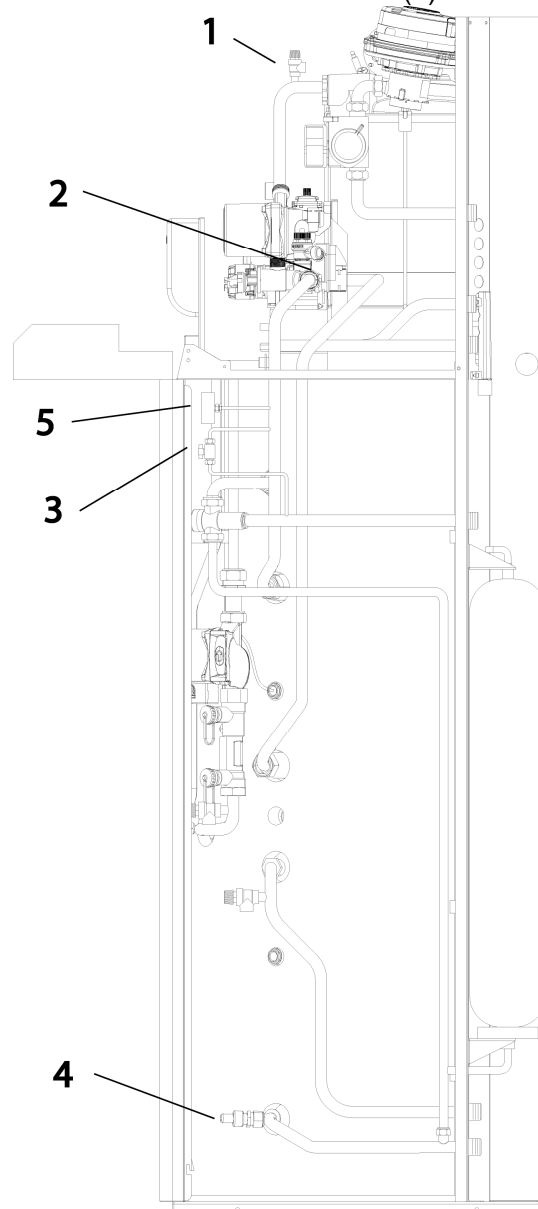

Figura 11
Verificare che il rubinetto (3) di Figura 11 sia chiuso.